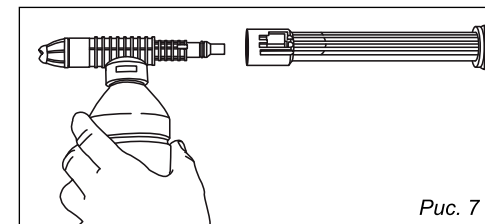

Рис. 7
■ Пенная насадка на пистолет (рис. 7) предназначена для распыления моющего средства в виде пены на загрязненную поверхность.